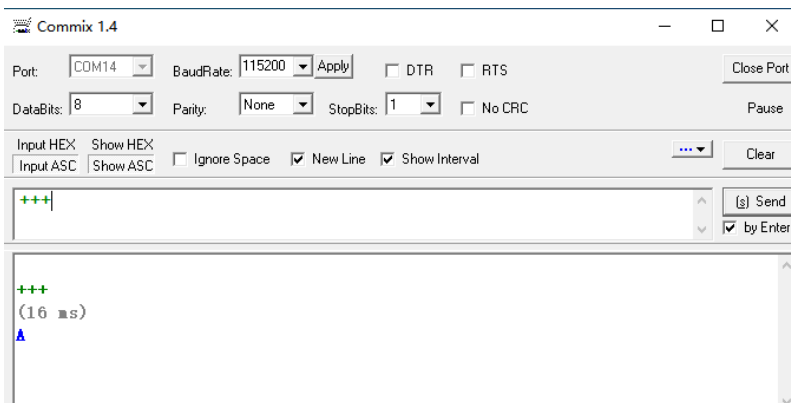

图 7-6 “+++”命令发送界面
1) 在 **Commix** 上输入“+++”，模块在接收到“+++”后返回一个确认码“**A**”：如图 7-6 所示。